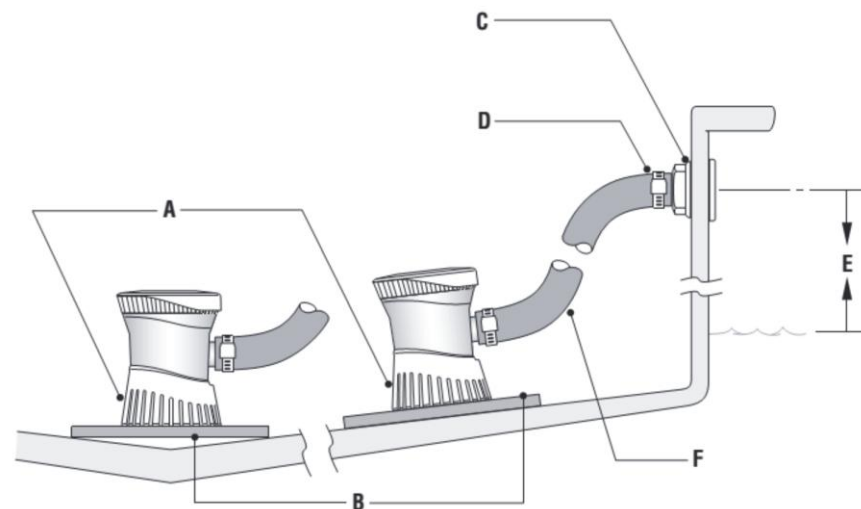

Рис.1
1. Помпа должна быть установлена в самом низком, доступном месте трюма. На морских (килеватых) лодках помпа должна стоять по центру относительно киля (См. рис. 1).
2. Используйте базу (C) в качестве трафарета для разметки трех точек, под саморезы (B) крепления помпы.
**Внимание:** Не сверлите сквозь корпус лодки. Перед сверлением убедитесь, что помпа правильно позиционирована по отношению к месту предполагаемой прокладки сливного шланга (Рис.1).
1. Убедитесь, что шланг от помпы поднимается вверх (Рис. 1).